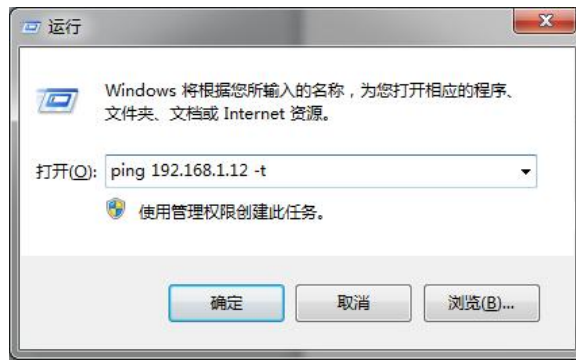

图 3
(1) 在电脑显示屏左下角左击【开始】，然后左击【运行】，打开运行对话框体，如图 3